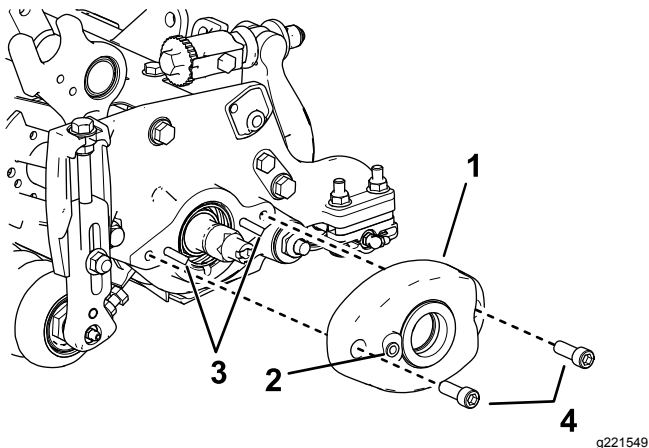
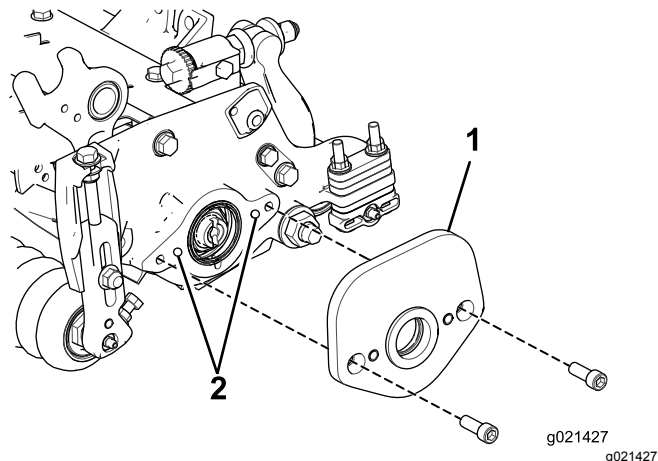

図 10
図 11
16. ローラブラシハウジングを、リールベアリングハウジングに取り付ける六角ソケットボルト $\frac{3}{8}$ x 1"2本を使用 図 10 と 図 11。Oリングがカuttingユニットの方を向くようにローラブラシハウジングをセットする。